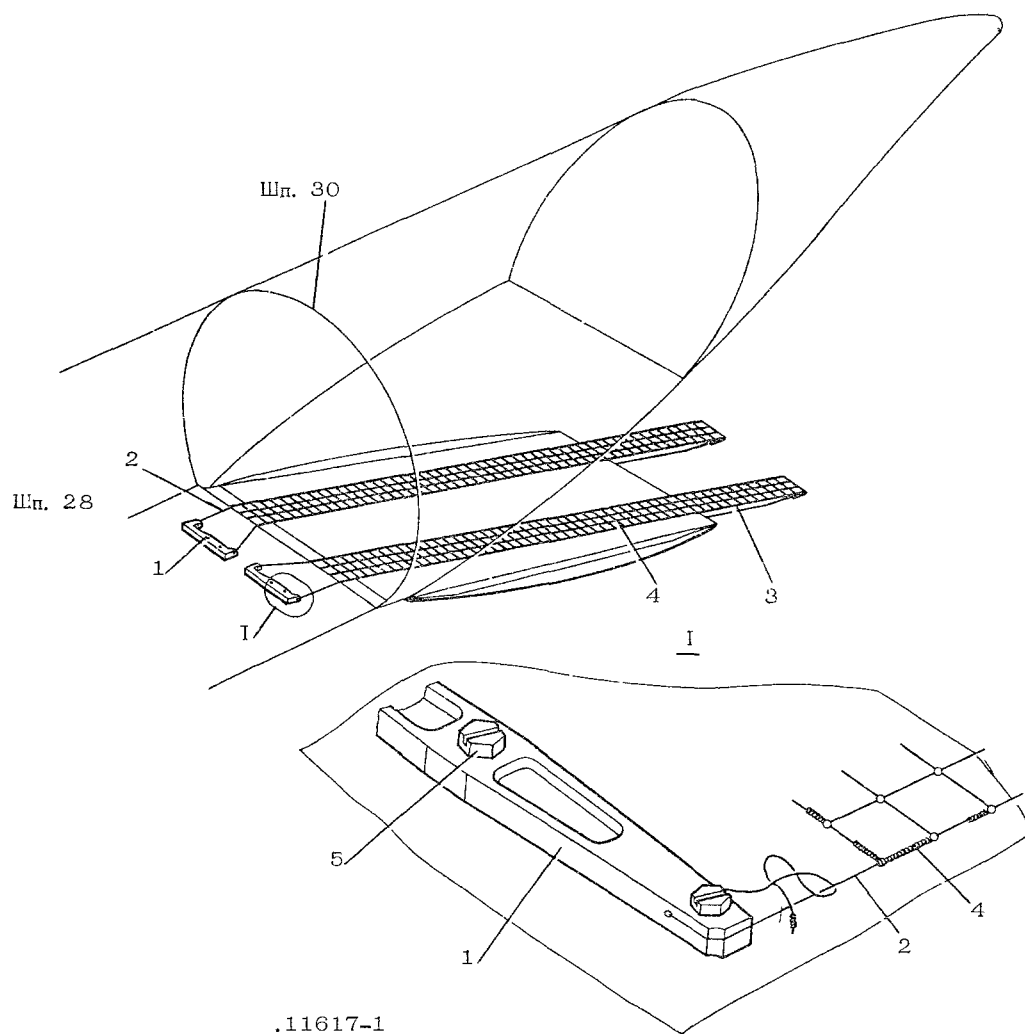

РИС. 12. СХЕМА УСТАНОВКИ ВЕРЕВОЧНЫХ НАСТИЛОВ:
- установите веревочные настилы (рис. 12) на рампу грузового люка: